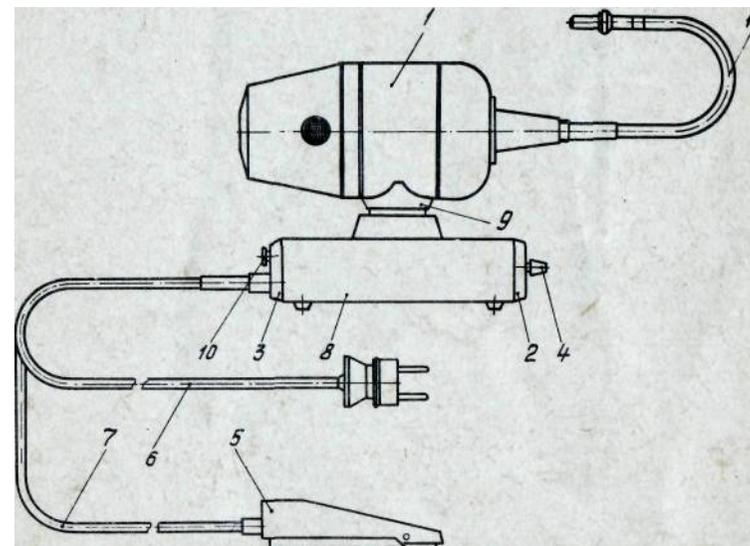

Рис. 1. Общий вид бормашины БЗТSG-03
Бормашина (рис. 1) состоит из электродвигателя 1, прикрепленного к кронштейну 9, имеющему возможность поворота на 90° относительно тулки крышки 8.
6.4. Проверьте нажатием на педаль и поворотом ручки плавной регулировки 4 (Рис. 1) работу бормашины и изменение частоты вращения.